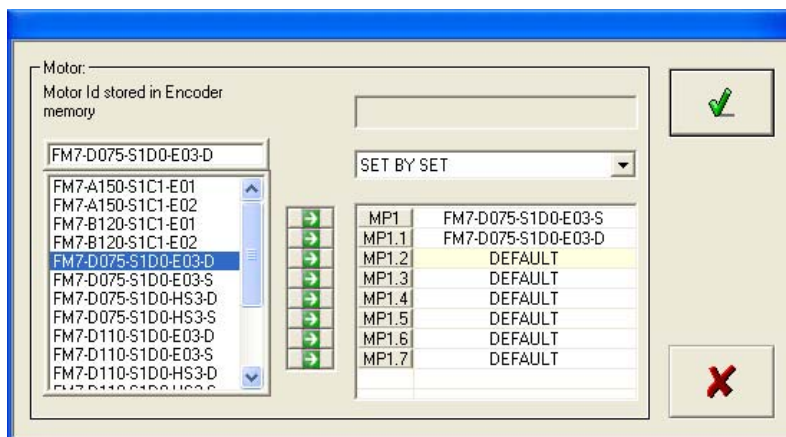

FIGURA S2.9
- A través de la ventana de selección motor del WinDDSSetup asignar a un set del parámetro MP1 del regulador la referencia en estrella del motor y a otro set de MP1 la referencia en triángulo. Véase **FIGURA S2.9**. Sea coherente en el programa de PLC con las asignaciones aquí hechas.